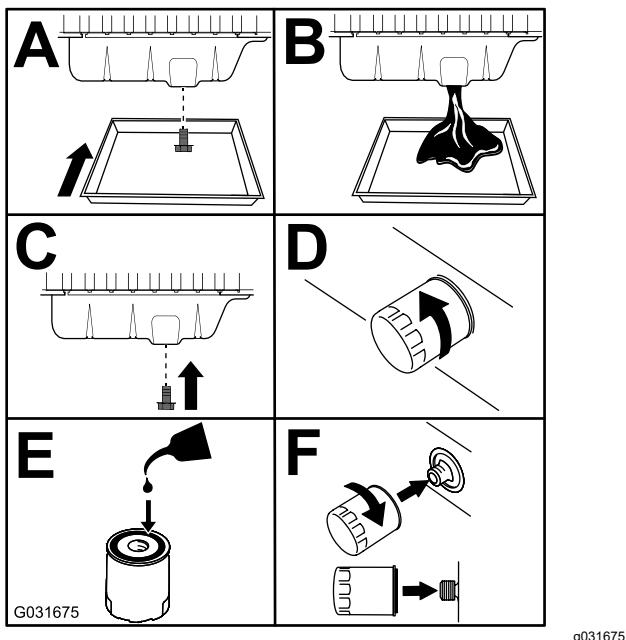

Bild 54
3. Tauschen Sie das Motoröl und den MotorölfILTER aus (Bild 54).